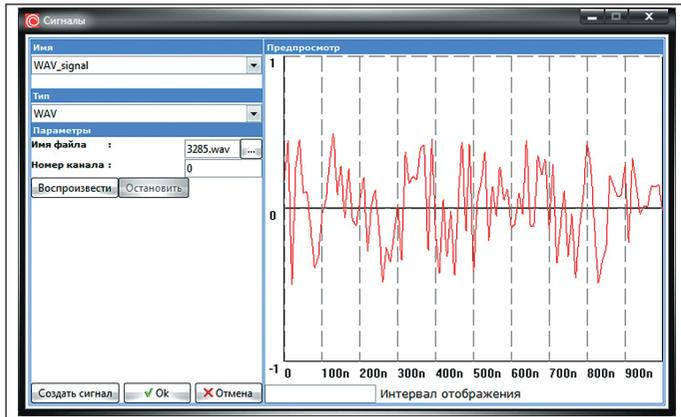

Рис. 3. Типы сигналов и параметры их настройки: к) аудиосигнал
- AMS — амплитудно-модулированный сигнал (рис. 3и) с возможностью настройки следующих параметров: YOFF (постоянная составляющая), YAMP (амплитуда), TD (время задержки), FM (частота модуляции), FC (несущая частота);
- WAV — аудиосигнал (рис. 3к). Данный сигнал используется для проведения испытания схемы с помощью заранее подготовленного *.wav (звукового) файла. Путь к файлу аудиоданных указывается в поле «Имя файла», в поле «Номер канала» вводится номер канала записи аудиоданных в этом файле (по умолчанию это значение — 0). Кнопки «Воспроизвести» и «Остановить» предназначены для запуска и остановки воспроизведения аудиофайла.